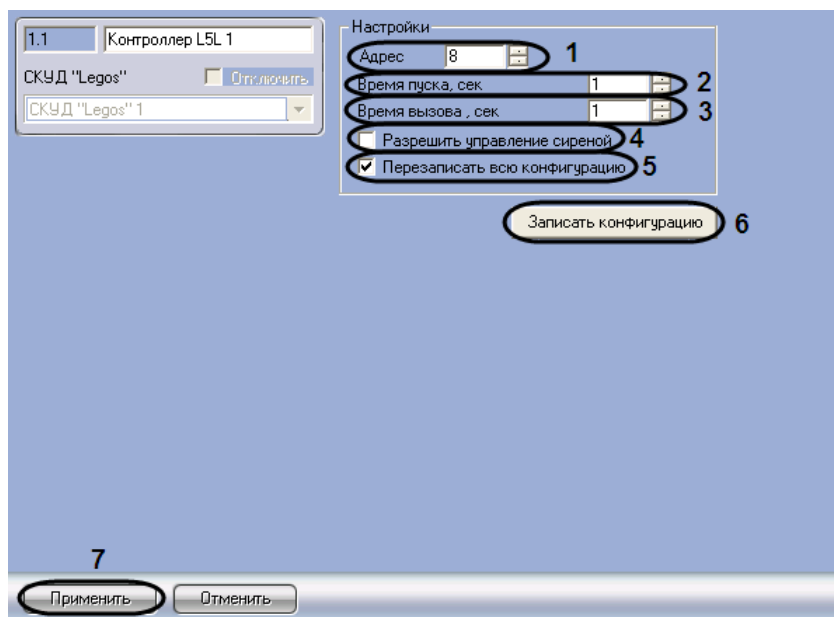

Рис. 3.3—30 Панель настройки объекта «Контроллер L5L»
2. В поле **Адрес** ввести с помощью кнопок **вверх-вниз** адрес контроллера L5L в десятичной системе счисления (см. Рис. 3.3—30, 1).
3. В поле **Время пуска, сек** ввести с помощью кнопок **вверх-вниз** требуемое время включения кнопок в кабине лифта в секундах (см. Рис. 3.3—30, 2).